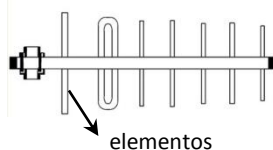

Fig. 6.1.2
- **Yagi:** antena direcional com área de abrangência curta, irradia e recebe o sinal para uma única direção (Fig.6.1.2). Porém, possui um ganho maior em relação à antena Omni, variável em função da quantidade de elementos que a compõe. É indicada para distâncias longas (até 32km).